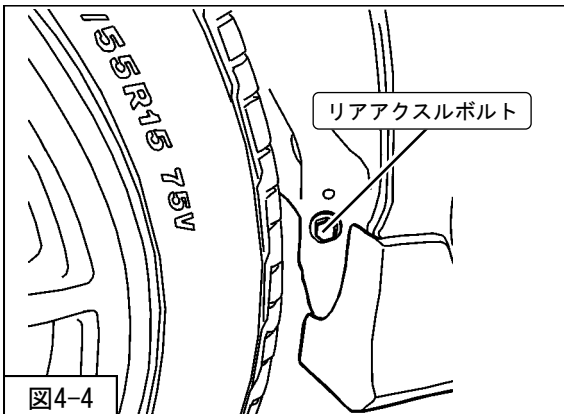

図4-4
8. リアアクスルボルトをゆるめ、再度本締めしブッシュの1Gたわみをキャンセルしてください。（締付トルク：78N・m）（図4-4）